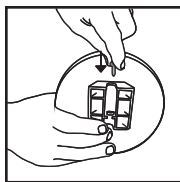

FIGURE 10
13. Introduire la vis fournie par l'arrière du carter d'essieu. **FIGURE 10.**